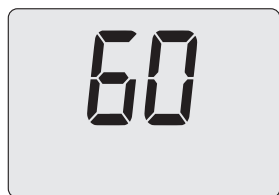

Figura 5.34
- Premendo il tasto 16 (Figura 5.31) sul display LCD appare il valore del parametro P03 (Figura 5.34).